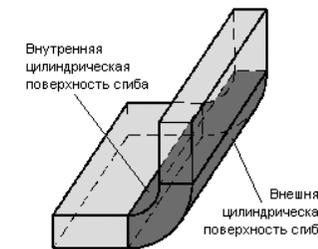

Рис. 7.2. Сгиб
**Сгиб** – цилиндрический участок листовой детали (рис. 7.2).